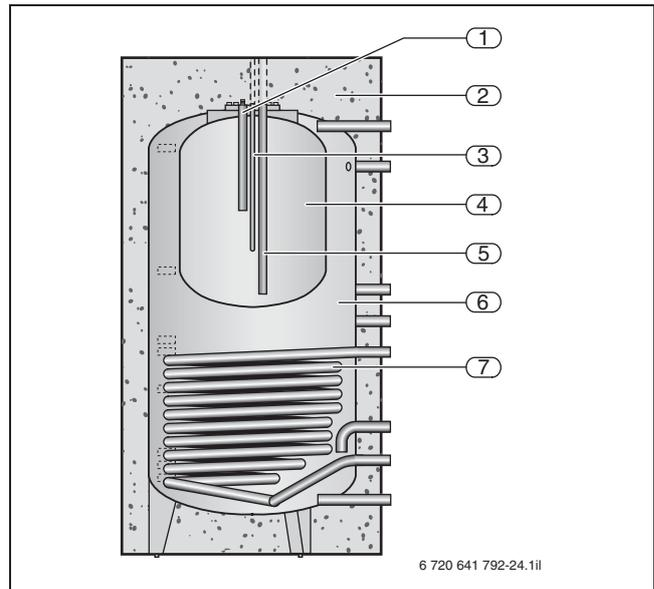

Fig. 25 Struttura Logalux P750 S; dimensioni, attacchi e dati tecnici → pagina 29 e seguente
Nella parte superiore dell'accumulatore inerziale internamente si trova un accumulatore-produttore di acqua calda sanitaria concepito in base al principio a doppio rivestimento e nel quale da sopra entra l'acqua fredda. Nella parte inferiore è collegato lateralmente uno scambiatore di calore solare (→ fig. 25, pos. 7) che per prima cosa riscalda l'acqua dell'accumulatore per il riscaldamento (→ fig. 25, pos. 6). Dopo poco tempo anche l'acqua potabile raggiunge la temperatura nominale nella parte disponibile superiore (→ fig. 25, pos. 4), in modo che da sopra possa essere prelevata acqua calda. Per l'integrazione al riscaldamento dell'acqua potabile con una caldaia tradizionale è necessario utilizzare l'attacco di ritorno all'estremità inferiore della parte disponibile (→ fig. 69 a pagina 66). Per il collegamento all'impianto di riscaldamento si consiglia un dispositivo di controllo del ritorno (→ pagina 67) e, in combinazione con il termoregolatore per circuito solare SC40 o il modulo funzionale solare FM443, un set HZG (→ pagina 67).